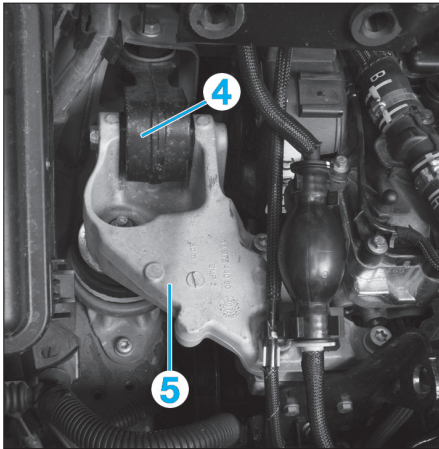

Fig. 5
- Déposer (Fig.5) :
- la bielle anticouple supérieure droite (4),
- le support moteur droit (5).